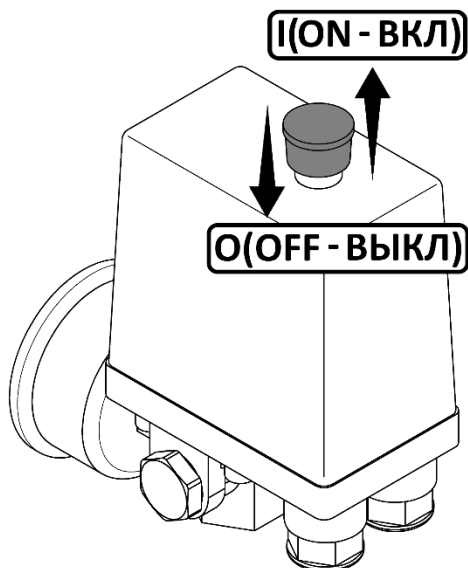

Рисунок 6
- Проверьте, чтобы выключатель на реле давления находился в выключенном положении "O" (рисунок 6).
- Подсоедините вилку питающего кабеля компрессора к электрической сети. □ Включите компрессор выключателем на реле давления и сразу же выключите. Для этого необходимо переключить выключатель в положение "I" (рисунок 6). Кнопка выключателя имеет фиксированные положения